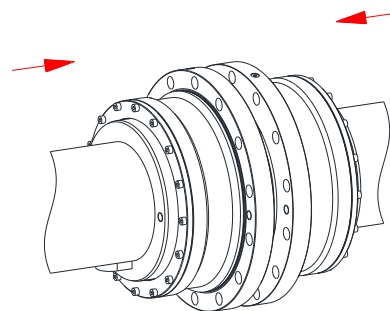

Fig. 37
- Pousser ensuite les manchons avec leur couvercle (composant 2 et 10) par dessus la denture des moyeux (composant 1) (voir fig. 37).